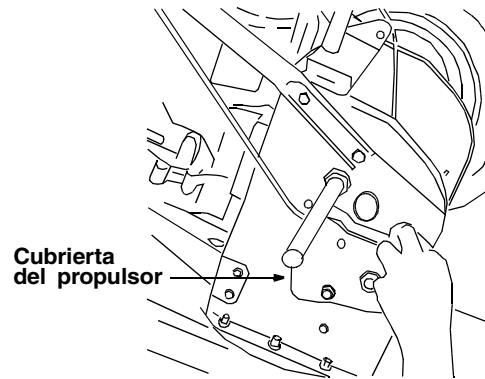

Figura 32
- Extraiga los cuatro tornillos que aseguran la cubierta del propulsor izquierdo al bastidor. Extraiga la cubierta del propulsor del lado del bastidor. Vea la Figura 32.